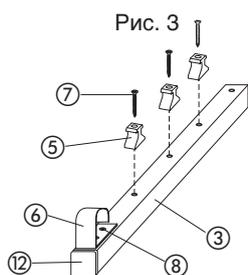

Рис. 3
- c) При помощи винтов ⑦ прикрутить три верхние защёлки ⑤ (Рис. 3).
- d) Действия до пунктов a), b), c) повторить для остальных четырёх дуг. Вы должны смонтировать ⑤ дуг способом, показанным на (Рис.3).
c) Za pomocą wkrętów 3,5x35 ⑦ dokręcić trzy zatrzaski górne ⑤ (Rys. 3).
d) Czynności z pkt. a), b), c) powtórzyć dla pozostałych czterech lat. Powinniśmy zamontować 5 szt. lat w sposób pokazany na (Rys. 3).